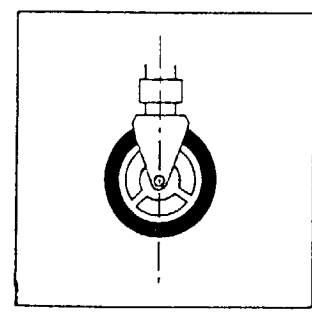

Fig. 3 - Roulette sans déport
- Les roulettes doivent être solidaires de l'échafaudage par construction. Lorsqu'elles sont porteuses en position d'utilisation, elles doivent être bloquées en translation et en orientation. Le blocage en orientation n'est pas nécessaire lorsque les roulettes sont sans déport (fig. 3).